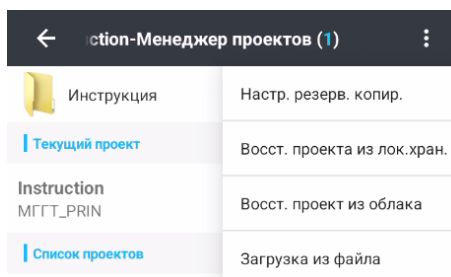

Рисунок 2.3.8
2. Нажмите на Восстановление проекта из локального хранилища, или Восстановление проекта из облака, или Загрузка из файла (Рисунок 2.3.8).